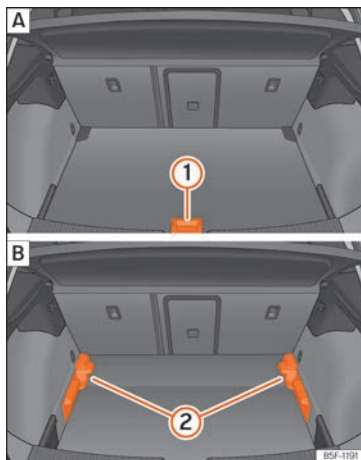

Abb. 129 Variabler Gepäckraumboden: **A** Hochstellung; **B** Tiefstellung.
- Um von der niedrigen in die hohe Position überzugehen, heben Sie den Boden am Haltegriff »» **Abb. 129 1** an und ziehen Sie ihn nach hinten, bis der vordere Teil des Bodens vollständig über den Halterungen »» **Abb. 129 2** liegt.
- Um von der hohen in die niedrige Position überzugehen, heben Sie den Boden am Haltegriff »» **Abb. 129 1** an und ziehen Sie ihn nach hinten, bis der vordere Teil des Bodens »»
vollständig über den Halterungen » Abb. 129 ② liegt.
- Den vorderen Teil auf den Boden absenken und diesen bis zum Anschlag an den Rücksitzlehnen nach vorn verschieben und dabei den Boden gleichzeitig mit Hilfe des Haltegriffs ① absenken.
- Bei einem variablen Boden in hoher Position diesen am Haltegriff anheben » Abb. 129 ①, daran ziehen und in Richtung der Rücksitzlehne bewegen bis der Boden an der Scharnierlinie eingeklappt wird und sich der bewegliche Teil des Bodens auf diesem befindet.